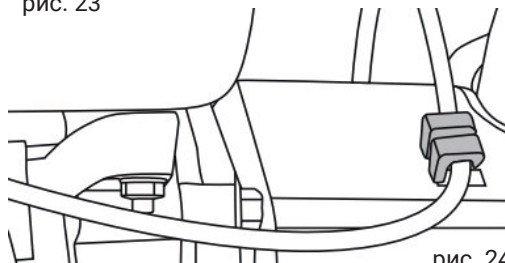

рис. 24
4. Присоедините провод управления приводом шнека к зажиму кабеля на защитной крышке ремня (рис. 24).